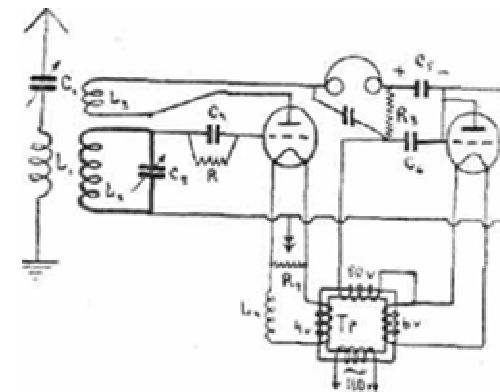

Рис. 10. Схема питания регенератора переменным током.
19. Питание регенератора переменным током. — Для любителей, намеренных заняться опытами, на рис. 10 приведена схема питания регенератора переменным током; не входя в довольно